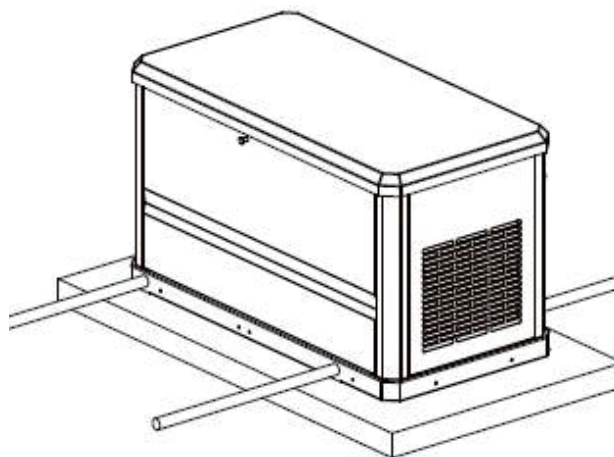

Рис. 4-3
4. Поверхность всасывания воздуха и направление выхода высокотемпературных выхлопных газов (рис. 4-3).